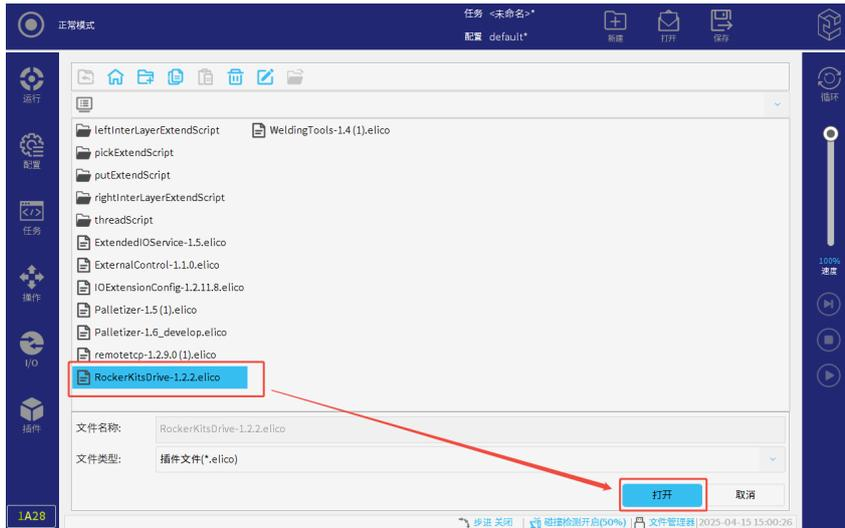

图 3-7: 选择插件
- 进入文件选择界面后，选择所需安装的插件（如 RockerKitsDrive-1.2.0.elico），点击打开，如图 3-7所示。